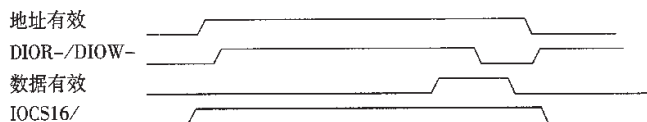

图1 IDE接口时序(PIO模式)
(1)通过PIO传送数据:在该方式下,CPU对控制器的访问都是通过PIO进行的,包括从控制器读取状态信息和错误信息,以及向控制器发送命令和参数,时序如图1所示。